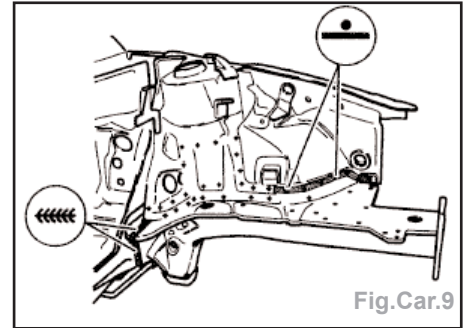

Fig.Car.9
- souder la zone d'accostage en cordon continu sous gaz de protection (Fig.Car.9),